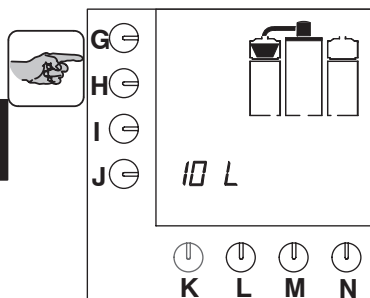

Fig. 9 Droppetid
- Så snart kaffebhållaren har fyllts, blinkar filterkorgen på displayen för dropptiden (fig. 9).
- Indikatorlampan tänds. Standardmöjligheterna visas på displayen (fig. 9).